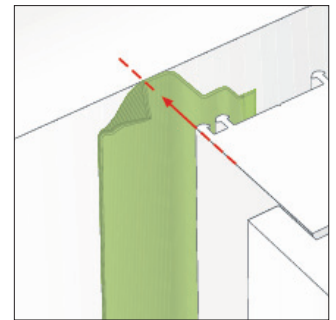

Bild 2: Folie auf die Außenseite des Blendrahmens kleben
- Ankleben auf der Außenseite des Blendrahmens (Bild 2).